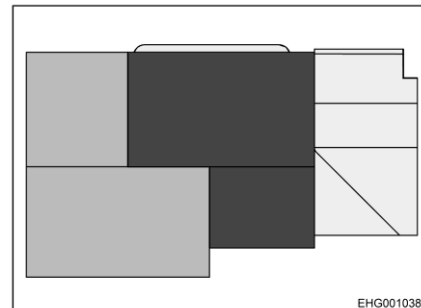

Fig. 107 Après la transformation (vue du dessus)
- Placer un coussin supplémentaire sur la table conformément à Fig. 107.